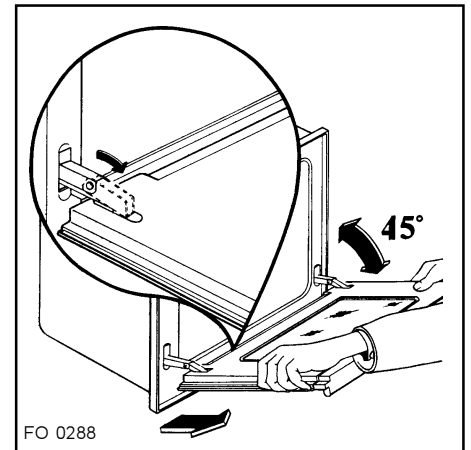

Fig. 7
- c) prenez la porte à deux mains (jamais par la poignée) et dégagez les charnières en soulevant légèrement la porte (fig. 7);